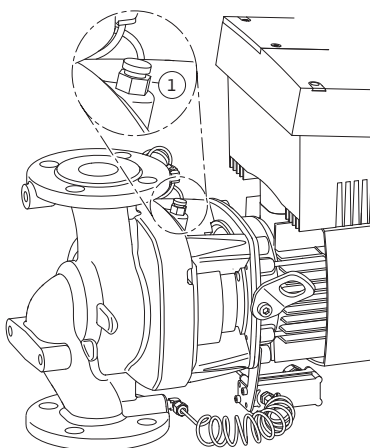

Fig. 44: Вентиляційний клапан
- Повітря з насоса видаляють, відкриваючи вентиляційний клапан (Fig. 44, п. 1). Сухий хід руйнує ковзаюче торцеве ущільнення насоса. Видаляти повітря з датчика перепаду тиску заборонено — загроза ушкодження!